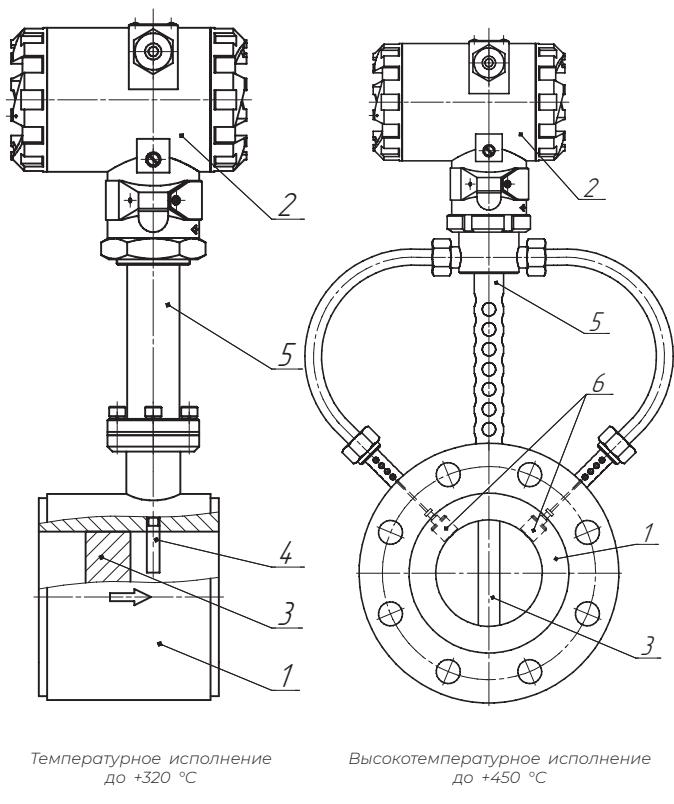

Рисунок 1. Конструкция расходометров
Расходомер (рис. 1) состоит из проточной части (1) и электронного блока (2). Проточная часть представляет собой полый цилиндр, в поперечном сечении которого установлено тело обтекания (3). За телом обтекания расположен чувствительный элемент (сенсор) (4), (6). Электронный блок (2) крепится на цилиндре проточной части с помощью стойки (5). Электронные платы размещены в электронном блоке.